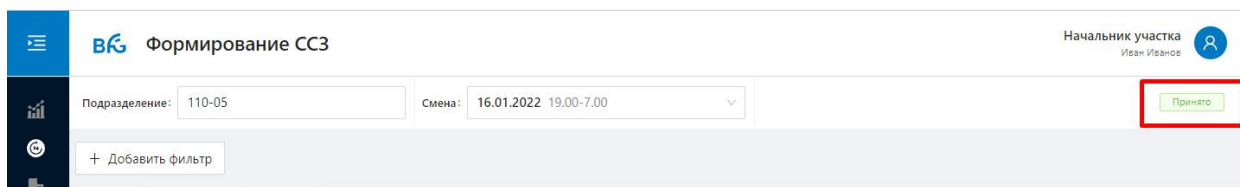

Рисунок 101
- меняется статус ССЗ на “Принято” (Рисунок 101);